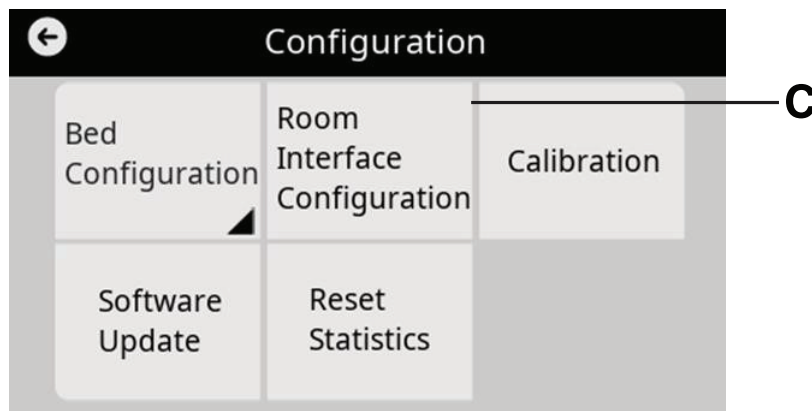

Figure 6 – Menu de configuration du ProCuity
4. Dans le menu de configuration, sélectionner **Configuration de l’interface de la chambre** (C) (Figure 6).